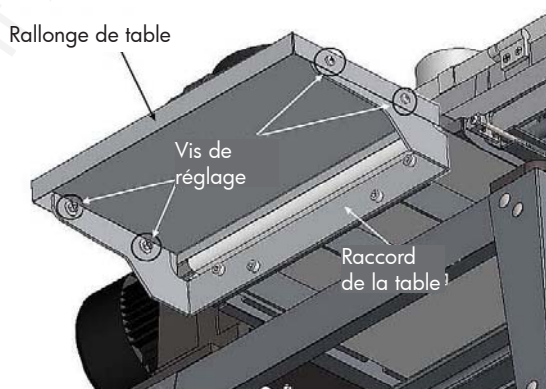

Fig. 14 : Montage de la rallonge de table
13. Montez la rallonge de la table au niveau de l'ouverture d'alimentation de la machine avec des vis et des rondelles. La hauteur de la rallonge de table peut être ajustée en tournant la vis de réglage. (Figure 14)